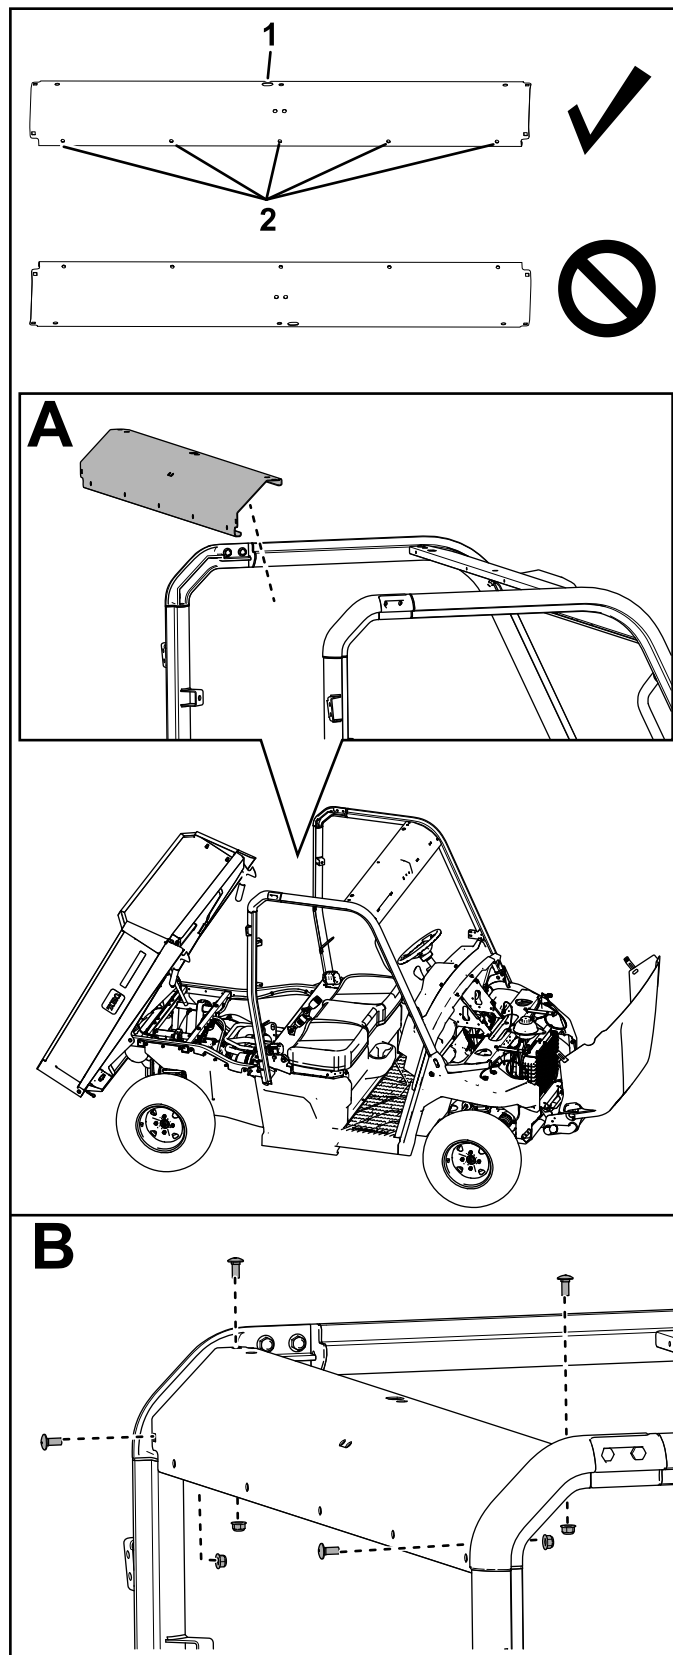

Figura 17
12. Fissate il collegamento trasversale posteriore ai gruppi barra rotazione posteriori utilizzando 4 bulloni a testa tonda ($5/16'' \times 3/4''$) e 4 dadi di bloccaggio ($5/16''$), come illustrato nella Figura 17.
Assicuratevi di orientare il collegamento trasversale come illustrato nella Figura 17.